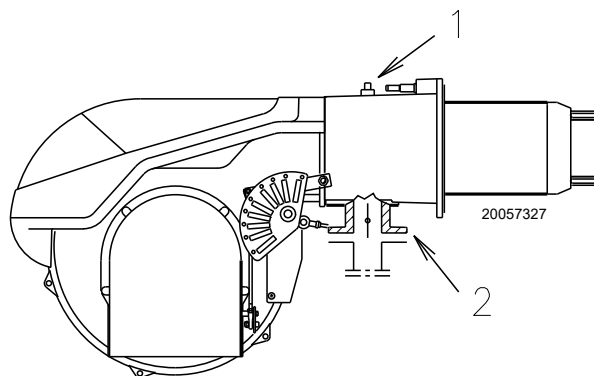

Abb. 21
Gasdruck, an der Entnahmestelle 1)(Abb. 21 auf Seite 24) gemessen mit:
Strömungsverlust Gasdrossel 2)(Abb. 21 auf Seite 24) bei maximaler Öffnung: 90°.
- Ziehen Sie vom Gasdruck am Anschluss 1)(Abb. 21) den in der Brennkammer vorhandenen Druck ab.
Um hingegen den an der Entnahmestelle 1)(Abb. 21) erforderlichen Gasdruck zu ermitteln, nachdem die maximale Modulationsleistung festgelegt wurde, bei der Brenner arbeiten soll:
- rechts, in Spalte 1, den Druck an der Entnahmestelle 1)(Abb. 21) ablesen.
An der Entnahmestelle 1)(Abb. 21) erforderlicher Druck.